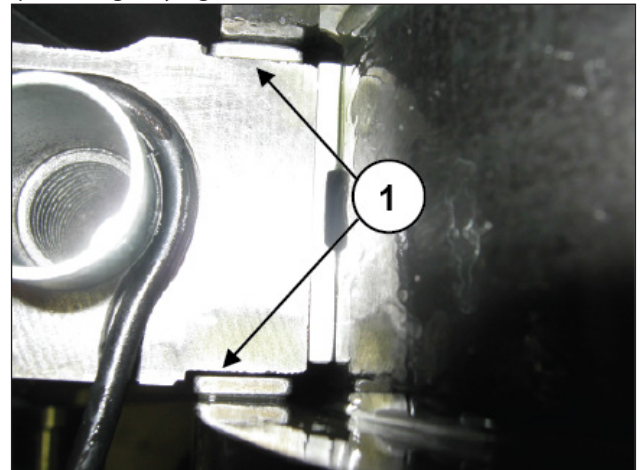
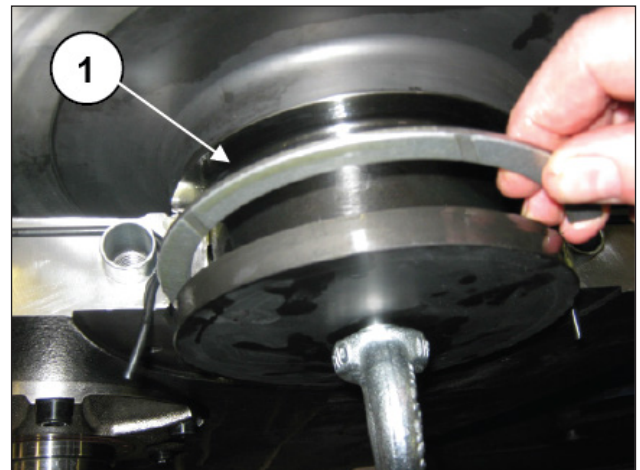

Fig. 33
Fig. 34
Desmontar los dos semianillos de tope axial del eje acodado (pos. ①, Fig. 33 y Fig. 34).